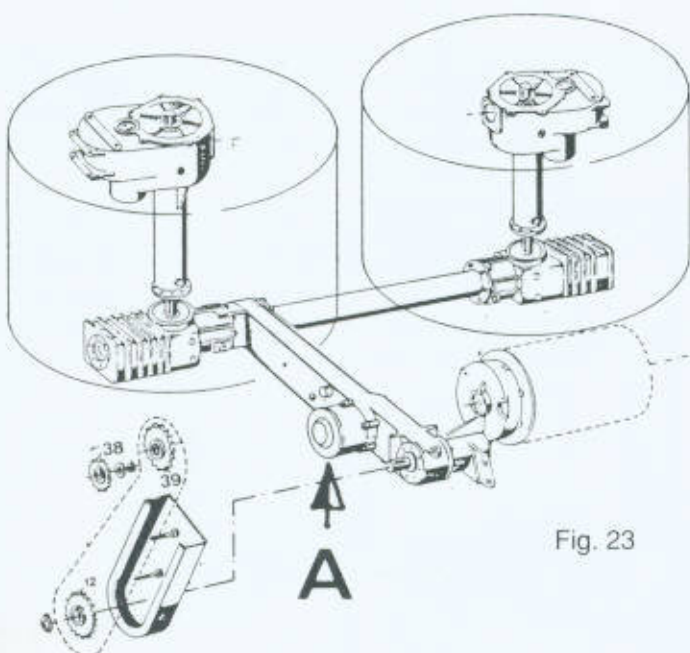
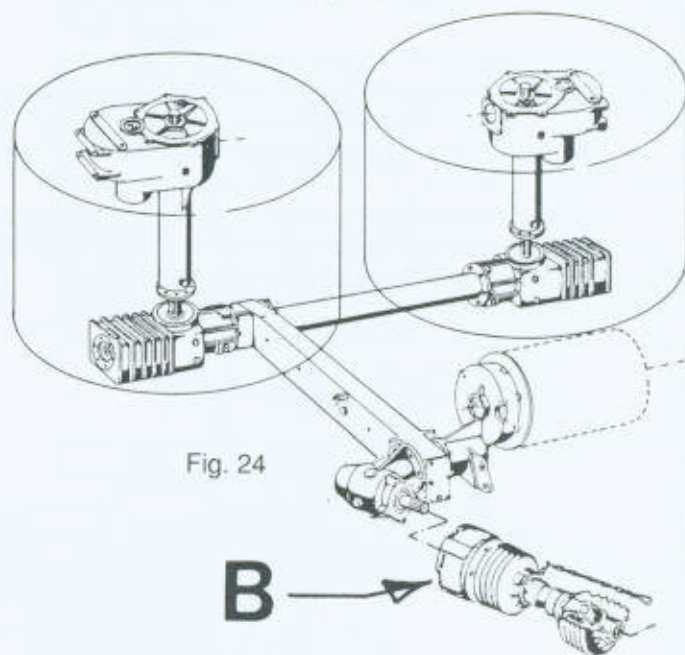

Fig. 23
Fig. 24
4.5.1 Tutti i sistemi di trasmissione delle testate, relative ai vari modelli Claas, John-Deere, Mengele a New-Holland, sono assicurati contro i sovraccarichi per mezzo di frizione di sicurezza. In funzione del modello di testata la frizione è integrata o nel gruppo di rinvio A fig. 23 oppure nell'albero cardanico B fig. 24.